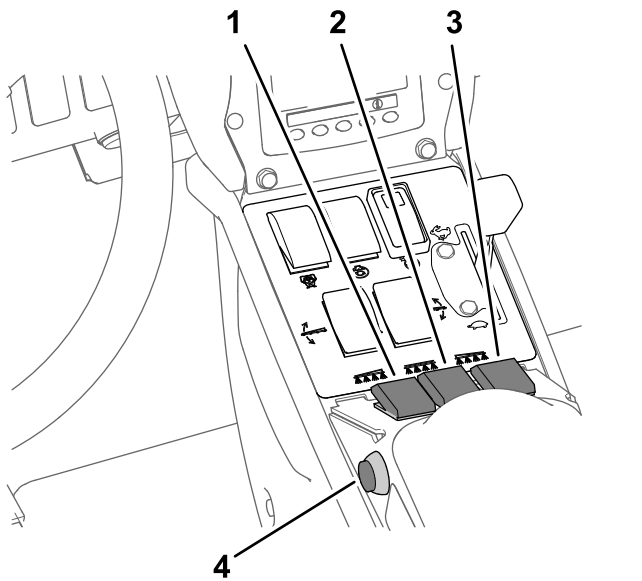

Figura 36
- Ponga los interruptores de sección de fumigación en la posición de ACTIVADO (Figura 36).
- Conduzca a la velocidad deseada y luego ponga el interruptor maestro en la posición de ACTIVADO para empezar a fumigar (Figura 36).
3. Ponga el interruptor maestro en la posición de DESACTIVADO; consulte Figura 36, en Fumigación en el Modo de caudal de aplicación \(página 36\).
7. Ponga los interruptores individuales de las secciones que desea utilizar en la posición de ACTIVADO; consulte Figura 36 en Fumigación en el Modo de caudal de aplicación \(página 36\).
9. Conduzca a la velocidad deseada y luego ponga el interruptor maestro en la posición de ACTIVADO para empezar a fumigar; consulte Figura 36, en Fumigación en el Modo de caudal de aplicación \(página 36\).